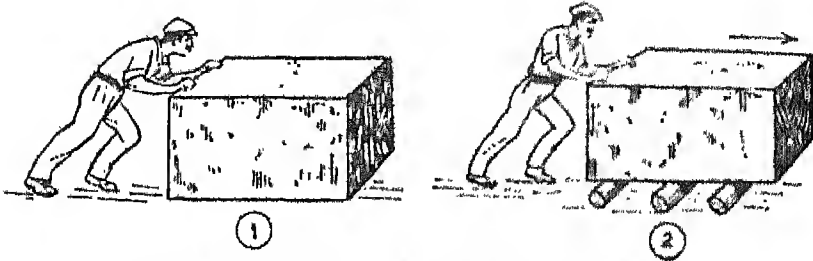

Fig. 5. — Transport d'un fardeau très lourd.
avec toute votre force, le bloc reste immobile : le frottement oppose au glissement une résistance beaucoup trop grande (fig. 5 - 1).
2. Soulevez la pierre avec un levier et glissez sous elle des rondins de bois, aussi ronds et lisses que possible, d'un moins 10 centimètres de diamètre. Et poussez maintenant le bloc, soit avec les mains, soit en vous aidant d'un levier à l'arrière ; les rondins roulent et entraînent le bloc (fig. 5 - 2).